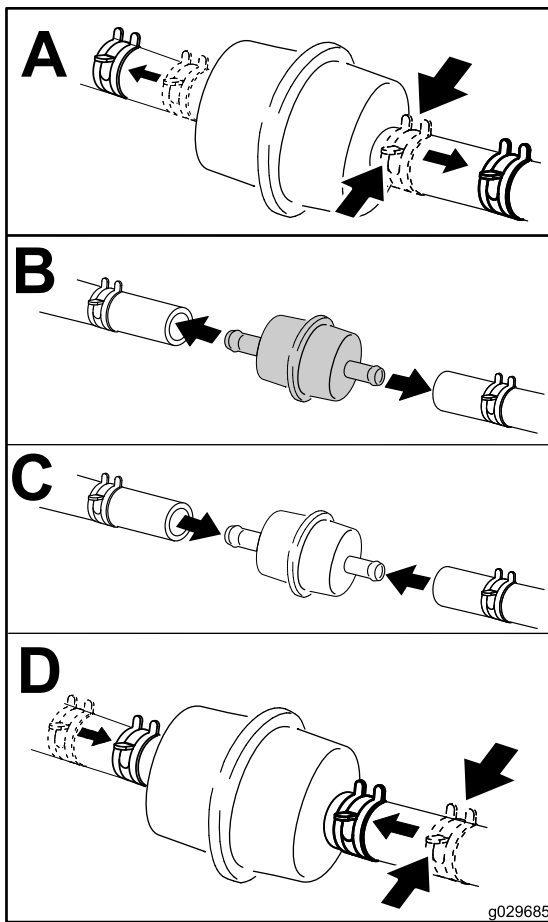

Figura 80
4. Cierre la válvula de cierre de combustible, situada debajo del asiento (Figura 80).